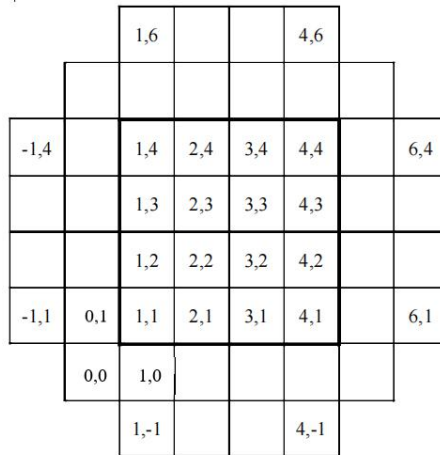

图 3-3
3. 可利用 Outside 指定在行和列的范围以外生成可接近的料盘，如下图 3-3 所示：